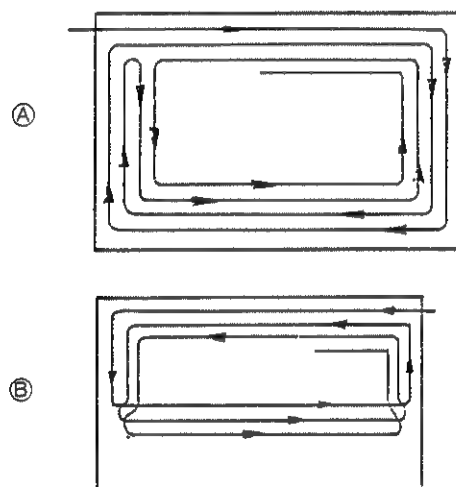

図29 芝刈方法
小さいほ場で周囲に草を排出してよい場合には反時計回りで図29⑧のような方法で刈ると無駄がありません。